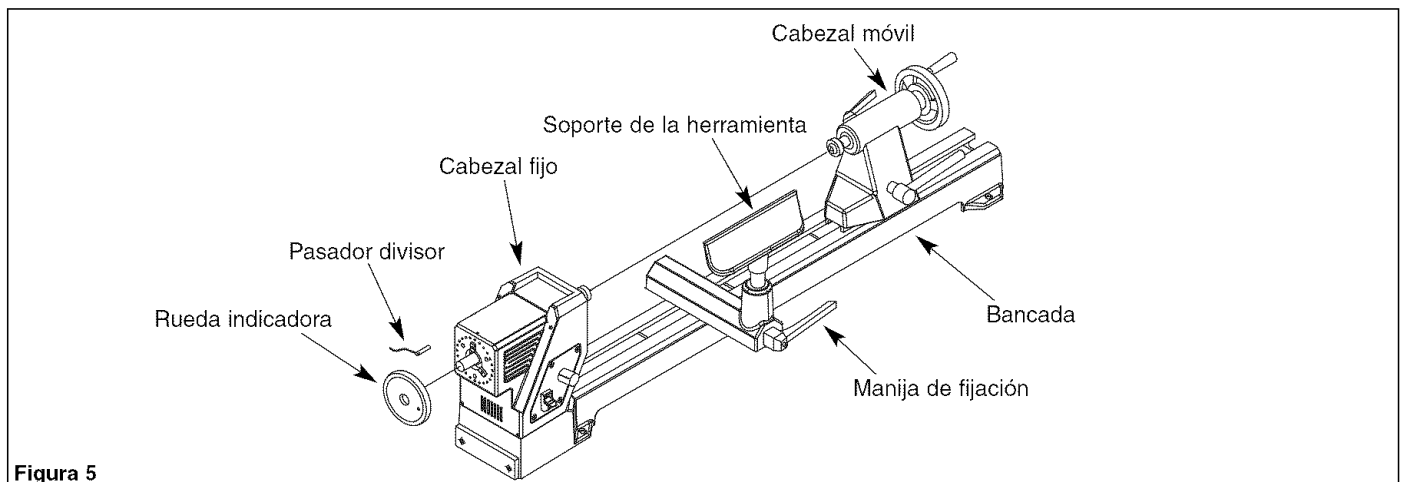

Figura 5
- Cuando el torno para madera esté listo para usar, deberá estar como se muestra en la Figura 5.